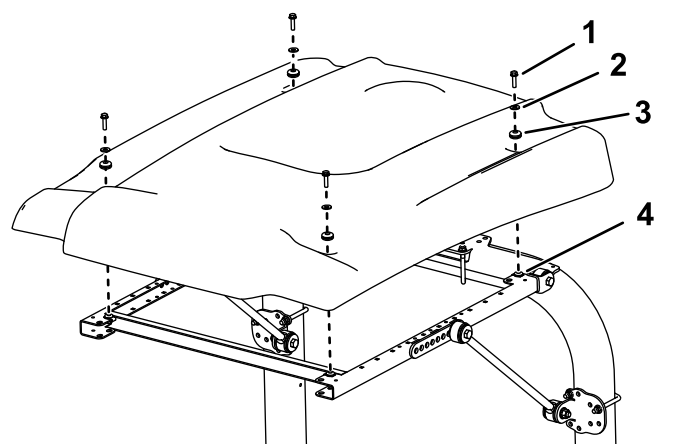

Figure 42
9. Lors de l'alignement des trous de fixation, positionnez le pare-soleil sur le cadre comme montré à la Figure 42.
10. Fixez légèrement chaque coin du pare-soleil au cadre avec un boulon à embase (5/16" x 1 1/4"), une petite rondelle et une bague (Figure 42).